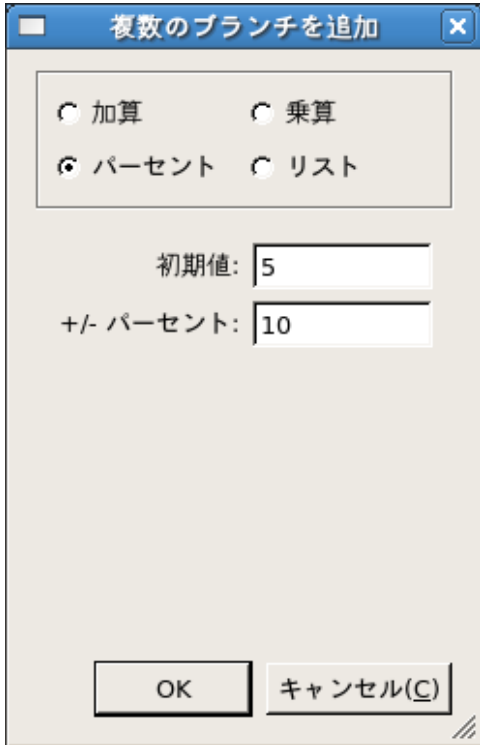

図 8 VDDのスプリット設定
- 1.“VDD”変数に対して5±10%のスプリット (図8,9参照)